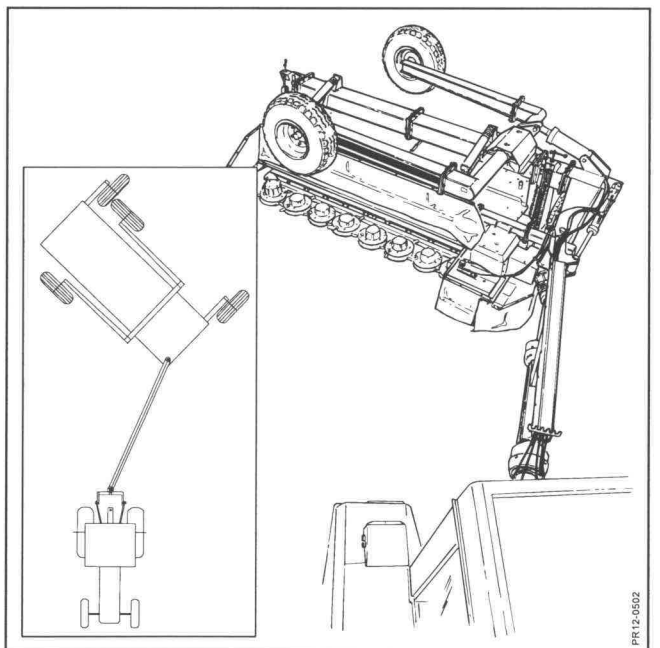

Fig. 3-6
- Fig. 3-6** 4) **TRANSPORT WHEEL IS RAISED.**